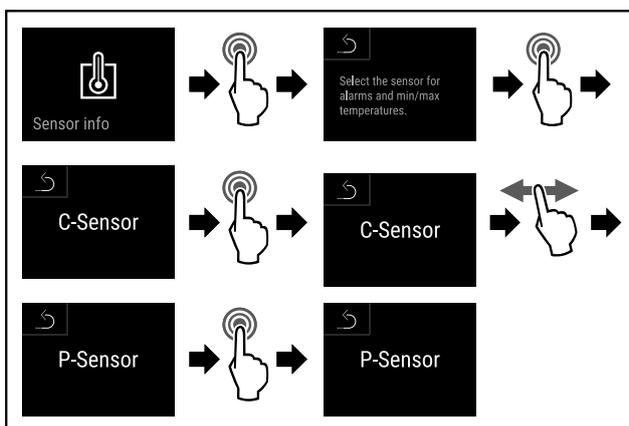

Fig. 167
- ▶ Handlungsschritte (siehe Fig. 167) durchführen.